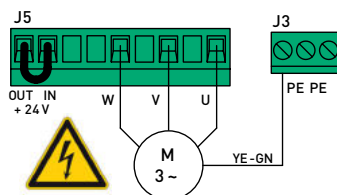

Рисунок 5. Подключение электродвигателя
J5	Разъем подключения электродвигателя гидравлического агрегата (рис. 5) и датчика безопасности СТОП (NC) . ВНИМАНИЕ! При замыкании перемычки +24 V на разъеме J5 отключается управляющее напряжение 24 В постоянного тока и блок управления не работает. Для работы блока управления контакты OUT+24 V и IN+24 V должны быть замкнуты (NC).